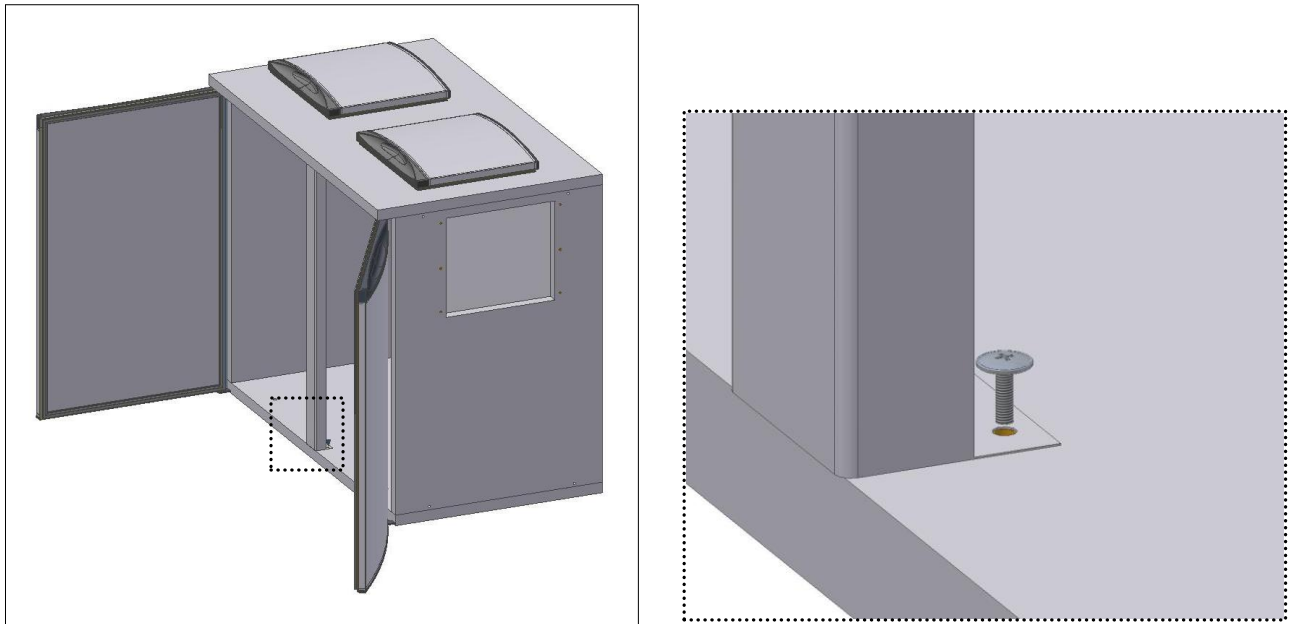

Fig. 10
- Fixer le **pillier** sur le panneau du dessus et du fond (Fig.10);